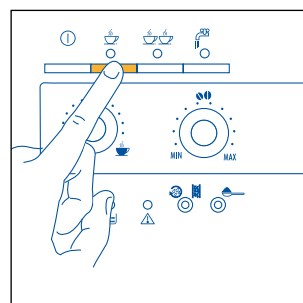
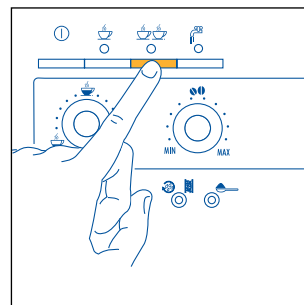

Fig. 12
Fig. 13
- 5) Druk op de knop  (fig. 12) indien u een kopje koffie wilt zetten of op de knop  (fig. 13) om 2 kopjes koffie te zetten. *(Het apparaat maalt de koffiebonen, voert een korte voorinfusie uit, pauzeert even en gaat verder met de afgifte.)*
OPMERKING 4: Terwijl het apparaat koffie zet, kan de afgifte op om het even wel moment worden onderbroken door te drukken op de eerder geselecteerde knop ☕ (fig. 12) of ☕☕ (fig. 13).
OPMERKING 5: Net na de koffieafgifte en indien men de hoeveelheid koffie wilt verhogen, volstaat het de eerder geselecteerde knop ☕ (fig. 12) of ☕☕ (fig. 13) ingedrukt te houden tot de gewenste hoeveelheid is bekomen (dit moet gebeuren binnen 3 seconden na de koffieafgifte).